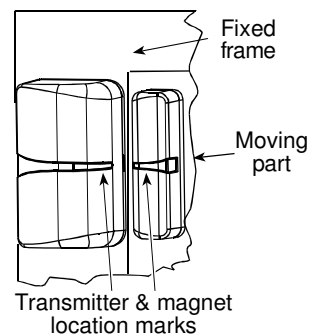

Figura 1 – MCT-320
El dispositivo (TX) debe ser montado en la superficie fija y el imán en la superficie móvil (ver figura 1).